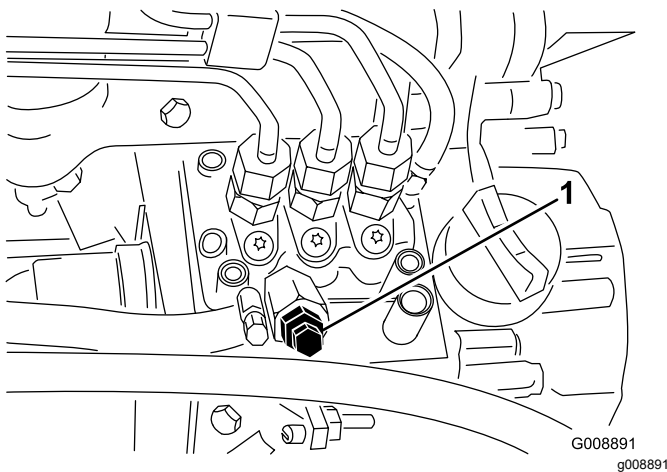

Figura 46
4. Abra el tornillo de purga de aire de la bomba de inyección de combustible (Figura 46).